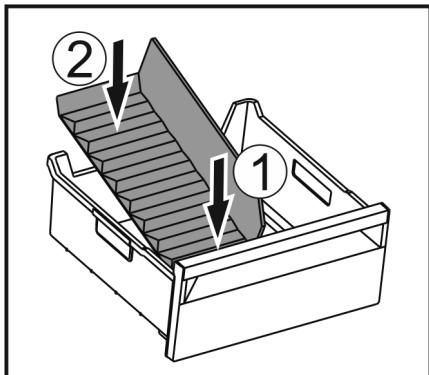

Fig. 150
- ▶ 装入冰格分隔器前部。Fig. 150 (1)
- ▶ 将冰格分隔器后部放低至抽屉底板。Fig. 150 (2)